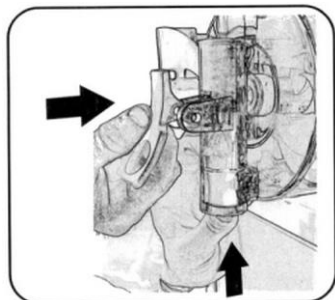

Fig. 41
5. Tenere il perno del rubinetto di erogazione premuto verso l'alto fino a quando sarà visibile il foro quadrato nel quale occorre inserire il supporto (fig. 41).